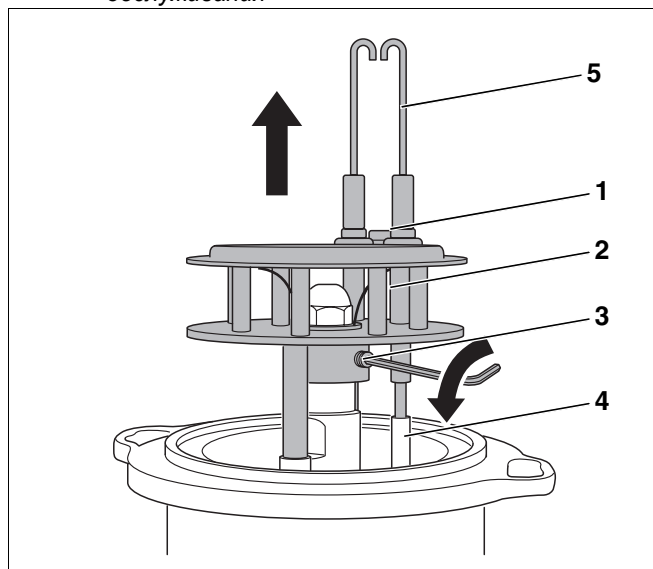

Рис. 34 Демонтаж смесительной системы
- Отвернуть винт (рис. 34, поз. 1) между запальными электродами.
- Отсоединить провода от запальных электродов (рис. 34, поз. 4).
- Демонтировать запальные электроды (рис. 34, поз. 5).
- Ослабить штифт (рис. 34, **поз. 3**, стр. 31) и вынуть смесительную систему (рис. 34, **поз. 2**, стр. 31) вверх.